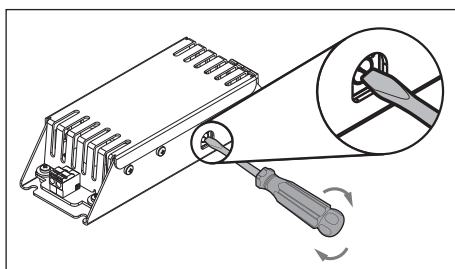

Figura 1. Giro del cuadrante con el destornillador
- Jandy®: Serie J (1)
- Hayward® Industries: Serie H (2)
- Pentair® Water Pool and Spa, Inc.: Serie P (3)
2. Con un destornillador de cabeza plana, gire el cuadrante del lado del adaptador LED Smart Sync al número correspondiente para la serie que desea seleccionar (consulte el adhesivo en el adaptador LED). Consulte la *Figura 1*.